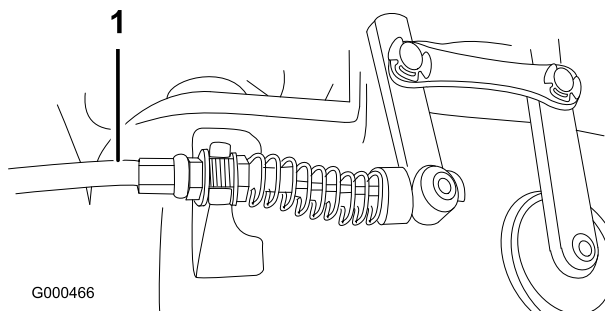

Figura 43
2. Per aumentare la tensione del cavo allentate il controdado anteriore del cavo e serrate il controdado posteriore del cavo (Figura 43) (sopra la scatola ingranaggi) finché la forza del cavo del cilindro non aumenta di 3,2 – 4,5 kg. alla manopola di comando.